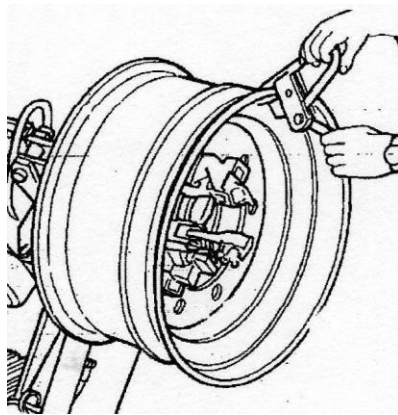

Рисунок 20
- Присоедините зажимную скобу к внешнему краю обода в его наивысшей точке (см. Рисунок 20).